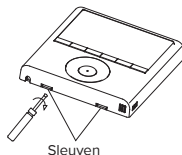

Afb. 3-3
- Verbind de vrouwelijke koppeling van de bedradingsgroep van het moederbord met de mannelijke koppeling van de groep met verbindingdraden. (zie afb. 3-3)
- Verbind het andere uiteinde van de groep met verbindingdraden met de mannelijke koppeling van de bedradingsgroep die van de bedrade controller komt. (zie afb. 3-3)